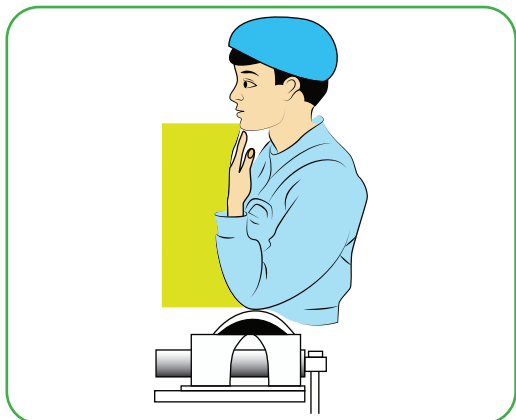
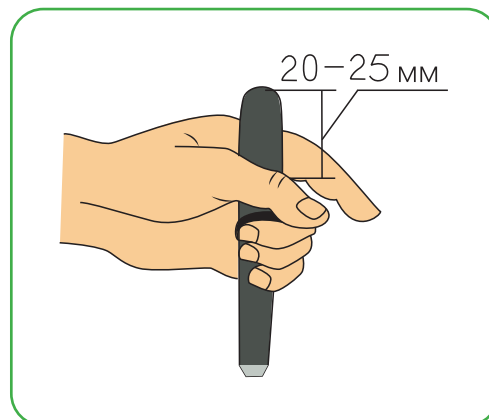

Рисунок 37. Выбор правильного рабочего положения при рубке крейцмейселем.
Рисунок 38. Правильное положение зубила в руках.
3. Подготовка к резке металла. Правильное рабочее положение лезвия выбирается следующим образом (рис. 37). В правой руке молоток, левая рука держит зубило. Зубило необходимо держать 20-25 мм ниже ударной части. (рис.38).